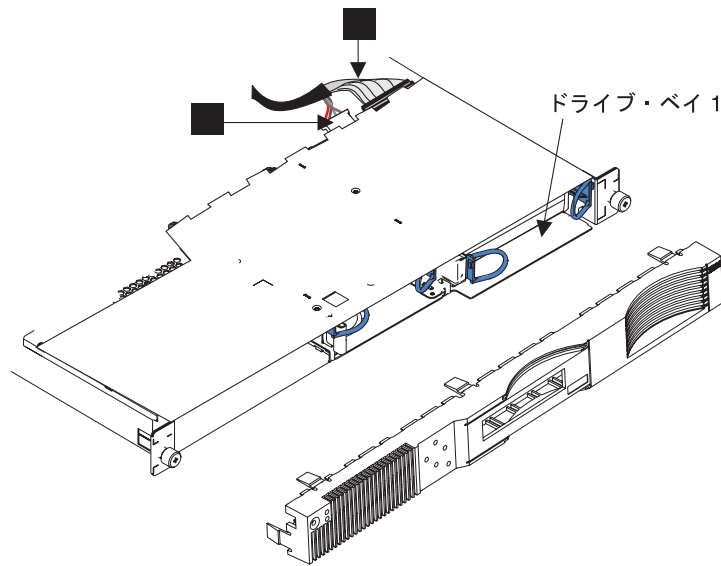

図 128. SAN ボリューム・コントローラー 2145-4F2 ディスク・ドライブの交換
4. SCSI シグナル・コネクタ **1** と電源コネクタ **2** を、図 128に示すように、ディスク・ドライブの背面に接続します。